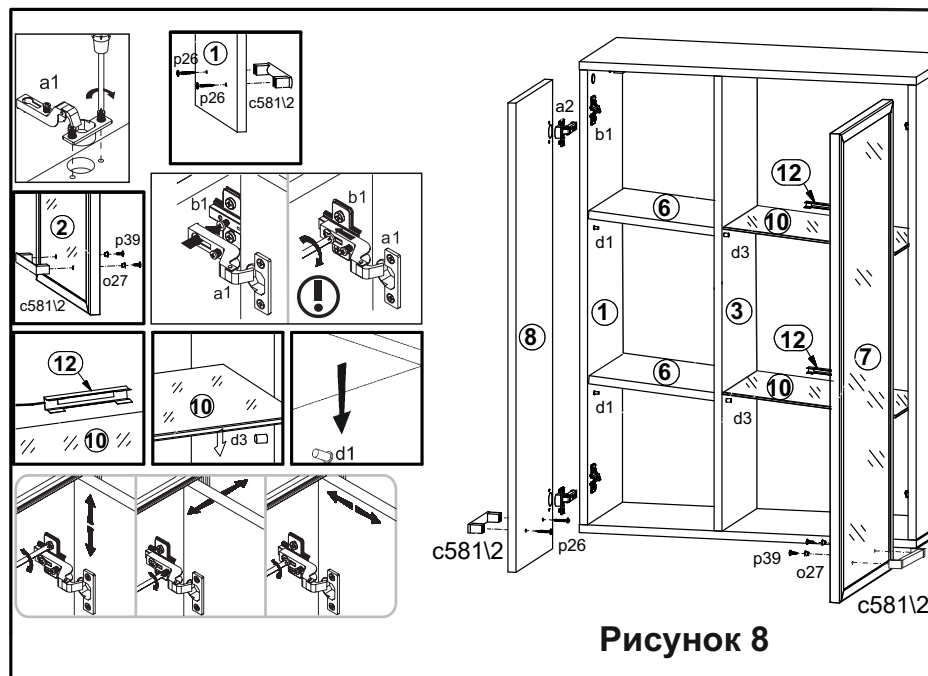

Рисунок 8
- Положить двери **7** и **8** фасадной поверхностью вниз на ровную поверхность и закрепить на них петли шарнирные **a1**, навесить двери **7** и **8** на корпус шкафа, совместив петли шарнирные **a1** с ответными планками петель **b1**. При необходимости отрегулировать положение дверей вращая регулировочные винты (**см.рис. 8**).
- На внутренней поверхности двери **8** в отверстия **Ø5 мм** вставить шурупы **p26**. Снаружи совместить отверстия ручки **c581\2** с резьбой шурупов и завернуть шурупы **p26**, удерживая ручку (**см. рис. 8**).
- На внутренней поверхности двери **7** в отверстия **Ø7 мм** вставить втулки дистанционные **o27**, а затем шурупы **p39**. Снаружи совместить отверстия ручки **c581\2** с резьбой шурупов **p39** и завернуть шурупы, удерживая ручку (**см. рис. 8**).
- Закрепить **диодную подсветку PRISMATIC 12** на полки стеклянные **9** (**см. рис. 8**).
- Установить полки стеклянные **9** на полкодержатели **d3**, полки переставные **6** на полкодержатели **d1** (**см. рис. 8**).